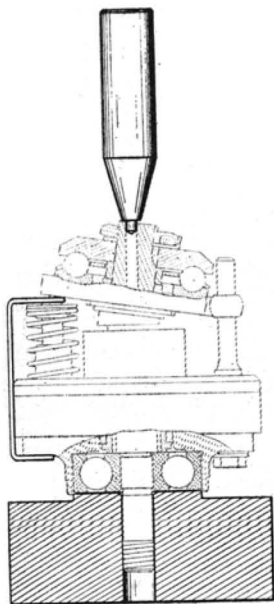

Fig. 37. — Tas et mandrin 2286-T
- Placer les tiges (7), présenter l'arbre, l'engager à la main.
- Placer la rotule (19) dans la rainure du plateau, et sur la tige d'arrêt (14), en achevant la mise en place, à la presse, de l'arbre avec un mandrin 2286-T (fig. 37). Dégager les étriers de maintien des pistons.